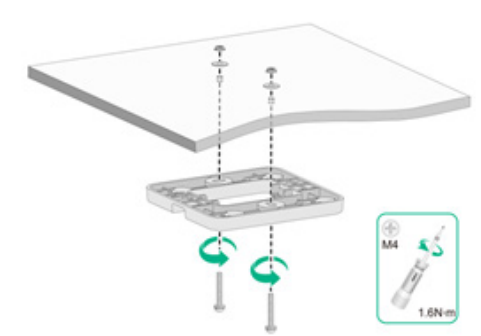

図 7-22 天井への壁面/天井用ブラケットの取り付け
- 3) 壁面/天井用ブラケットの設置用の穴を揃えて、なべネジを天井に通してください。反対側をワッシャーとナットで止めて、図 7-22のように天井に壁面/天井用ブラケットを取り付けてください。